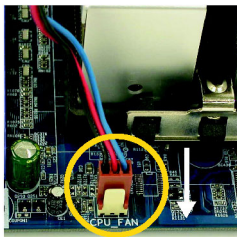

図 6:
- ステップ 1-4: ファン電源ケーブルは図 6 のようにマザーボード上のヘッダに接続します。